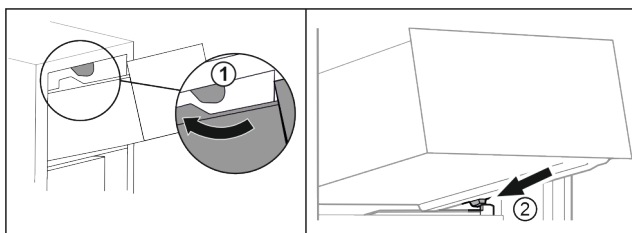

Fig. 74
- Lirka utdragslåda kring de övre stoppklackarna. Fig. 74 (1)
- Sätt utdragslåda i vinkel på behållarens galler bakom de nedre stoppklackarna. Fig. 74 (2)